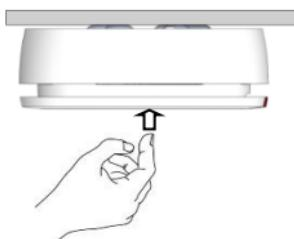

Figure 12
1. Appuyez fermement sur le boîtier (*reportez-vous à la Figure 12*). Si le détecteur fonctionne correctement, une alarme incendie est déclenchée (*reportez-vous à la section Témoin lumineux/sonores*) et un message d'alerte est envoyé au récepteur du système.